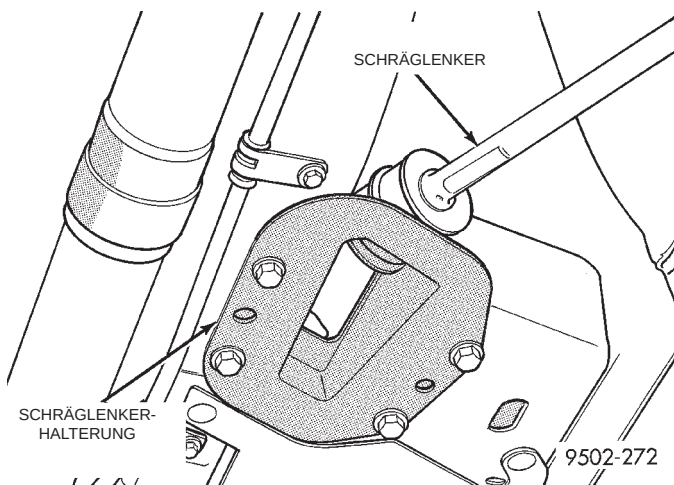

Abb. 48 Befestigung der Schräglenkerhalterung an der Karosserie
(4) Die vier Schrauben lösen (Abb. 48), mit denen die Halterung des Schräglenkers am Bodenblech und am Längsträger befestigt ist.